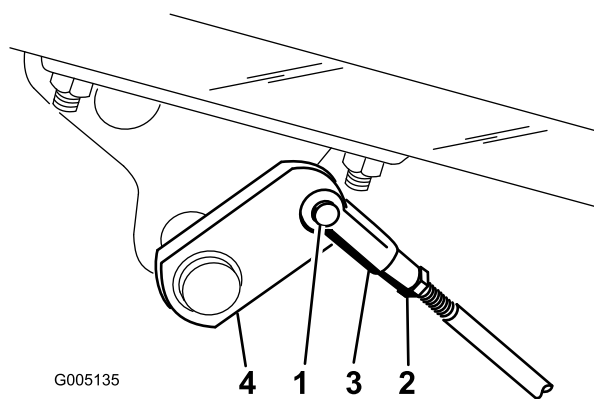

Figure 54
2. Si les freins ne se bloquent pas uniformément, désaccouplez les tiges de frein en retirant la goupille fendue et l'axe de chape (Figure 54).
3. Desserrez l'écrou de blocage et réglez la chape comme il convient (Figure 54).
4. Montez la chape sur l'arbre de frein (Figure 54).